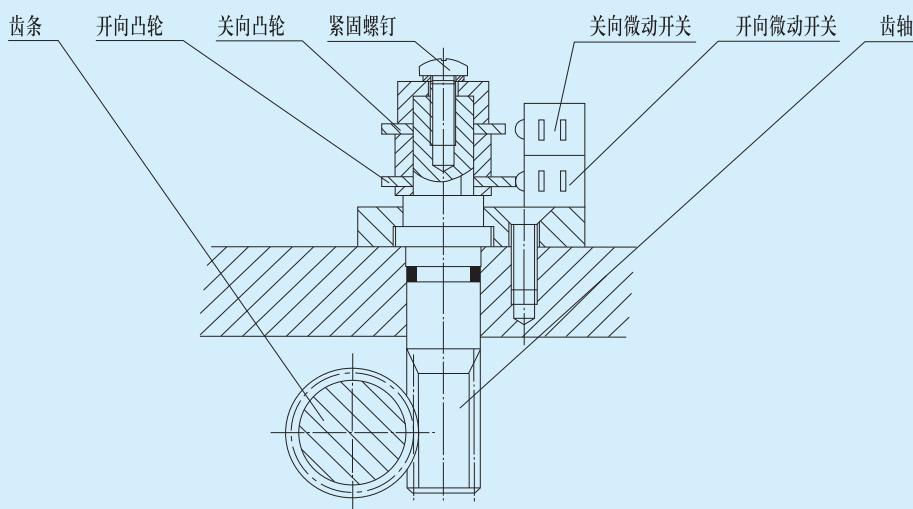

图4 力矩控制机构
5.3力矩控制机构：结构见图4。当输出轴上受到一定转矩后，蜗杆除旋转外还产生轴向位移，由蜗杆上的齿条带动齿轴转动，当输出力矩增大到整定转矩时，则紧固在齿轴上的凸轮使微动开关动作，从而切断电动机电源，电动机停转，以此实现对电动装置输出转矩的控制，达到保护阀门的目的。